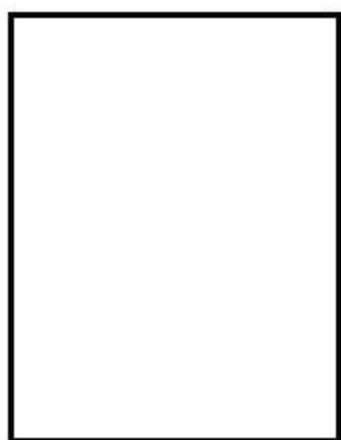

图3-149 绘制矩形
**01** 新建一个空白文档。单击【绘图】面板中的【矩形】按钮，在绘图区域中捕捉任一点为起点，绘制1200×1600的矩形，如图3-149所示。